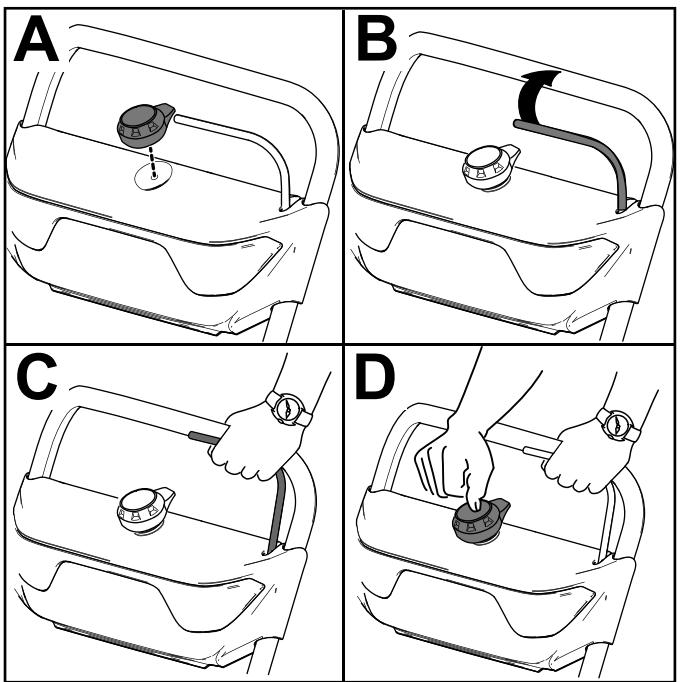

Figura 7
2. Inserte el botón de arranque eléctrico en el arrancador eléctrico (Figura 7, A).
3. Apriete la barra y sujétela contra el manillar (Figura 7, B y C).
4. Pulse el botón de arranque eléctrico hasta que el motor arranque (Figura 7, D).